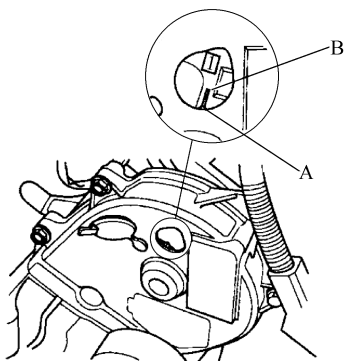

图 2-18 前凸轮轴 TDC 标记对齐盖上标志
2) 检查前凸轮轴带轮 1 号活塞上的上止点(TDC)标记(A)是否与前上盖上的标记(B)对齐, 见图 2-18。